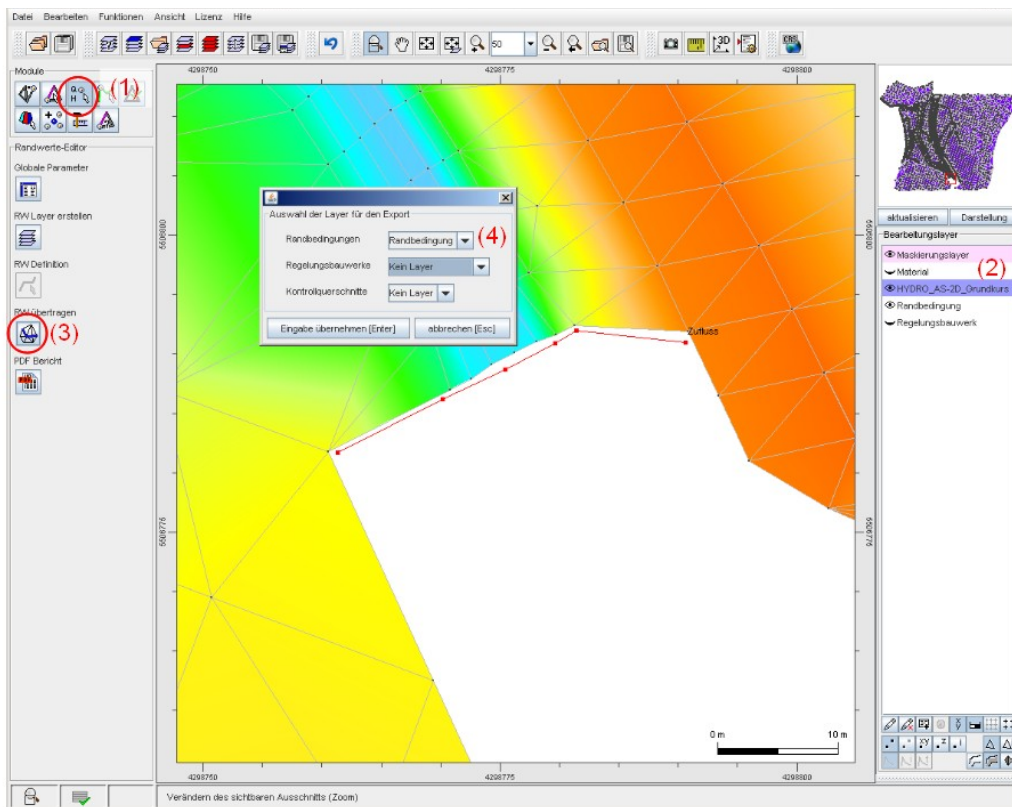

Abbildung 15: Übertragen der Randbedingungs-Polylinie auf die Netzknoten.
Nach der Definition der Randbedingung, können die definierten Knoten aus dem Randbedingung-Layer auf den Netzlayer (hier: HYDRO_AS-2D_Grundkurs.2dm) übertragen werden (frei definierte Knoten aus dem Randbedingung-Layer werden den Knoten des Netzes zugewiesen). Dazu wird in das Modul 'Randwerte-Editor' (1) gewechselt (vgl. Abbildung 15). Klicken Sie nun in der Layer-Liste auf den Netzlayer (HYDRO_AS-2D_Grundkurs.2dm); dieser muss aktiv sein (2). Jetzt kann unter der Verwendung der Funktion 'RW übertragen' (3), in dem sich anschließend öffnendem Fenster der Randbedingungstyp, welcher an das Netz angepasst werden soll, ausgewählt werden (hier: der Randbedingung-Layer) (4).